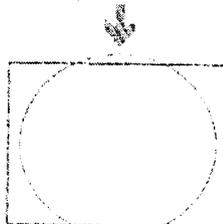

Fig. 36
- Large + Imitation de l'effet de grand écran (16:9) pour les émissions diffusées en 4:3. (voir Fig. 36)